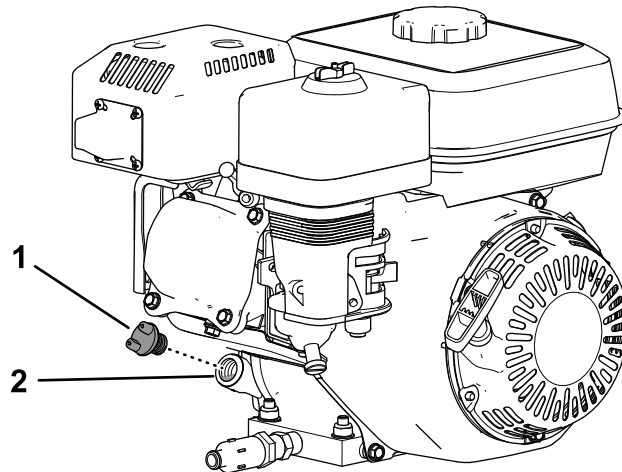

Рисунок 28
2. Очистите поверхность вокруг крышки маслозаливной горловины (Рисунок 28).